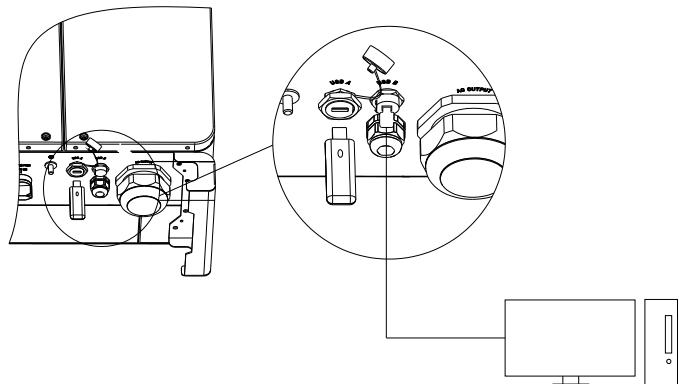

图 6.8
- 2>如图6.8所示，将USB转WIFI模块插入USB\_A接口，此时USB转WIFI模块LED灯亮。